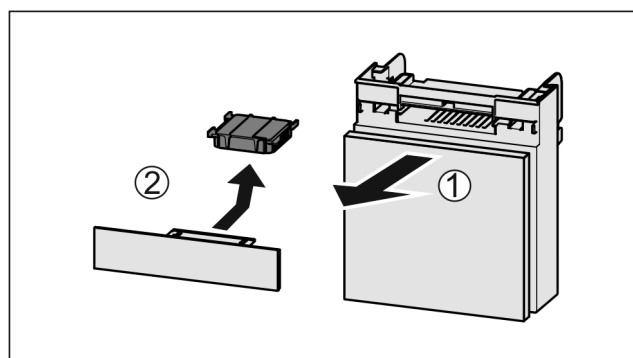

Fig. 157
- ▶ Издърпайте Fig. 157 (1) напред от отделението.
- ▶ Извадете Fig. 157 (2) филтъра с активен въглен.